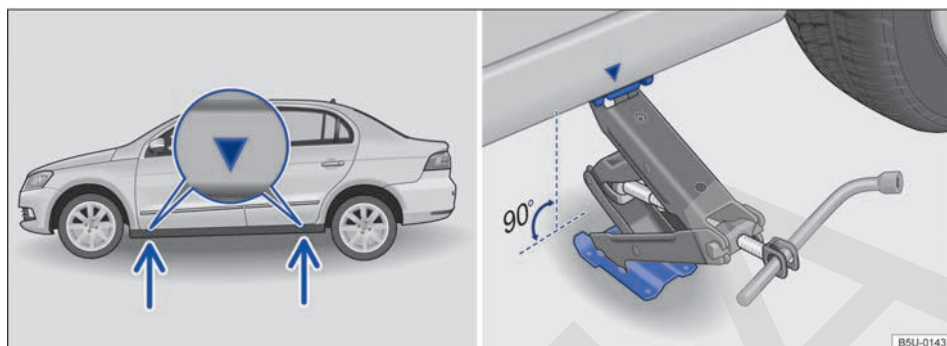

Fig. 159 Puntos de apoyo del gato y gato posicionado atrás en el lado izquierdo trasero del vehículo.
El gato únicamente puede ser posicionado en los puntos de apoyo indicados (marca en la carrocería) \Rightarrow fig. 159. Es válido el punto de apoyo ubicado próximo a la rueda correspondiente \Rightarrow .
8. Garantizar que la base del gato, con toda su superficie, esté sobre el piso y que la base se encuentre perpendicularmente por debajo del punto de colocación \Rightarrow fig. 159.
9. Alinear el gato y, simultáneamente, levantar la garra del gato hasta que se encaje en el travesaño debajo del vehículo \Rightarrow fig. 159.
- Posicionar el gato únicamente en los puntos indicados. La garra del gato debe encajarse en el perfil del larguero de forma segura ⇒ fig. 159.